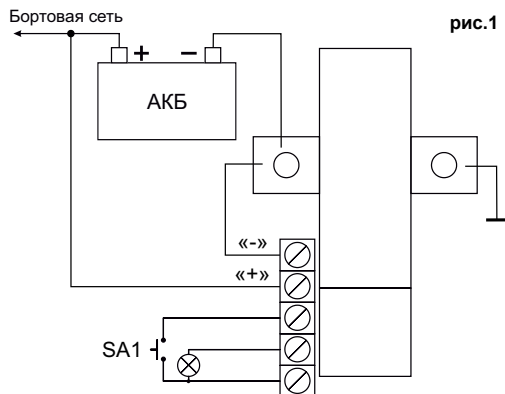

рис.1
1.3 Пропустить провода через гермовводы и подключить силовые провода (сечением не менее 25мм²) к болтовым контактам реле, провода управляющего кабеля - к клеммным контактам в соответствии со схемой (рис.1).